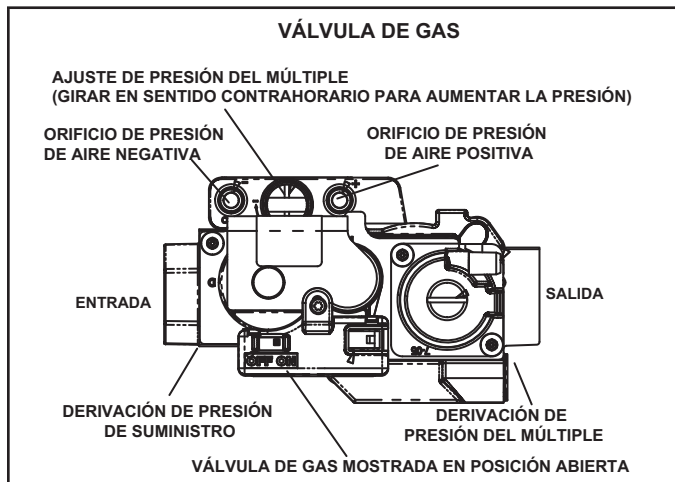

FIGURA 25
#### Operación de la válvula de gas (FIGURA 25)
- 6 - Mueva el interruptor en la válvula de gas a APAGADO. No lo fuerce. Ver la FIGURA 25.
- 8 - Mueva el interruptor en la válvula de gas a la posición ON (encendido). No lo fuerce. Ver la FIGURA 25.